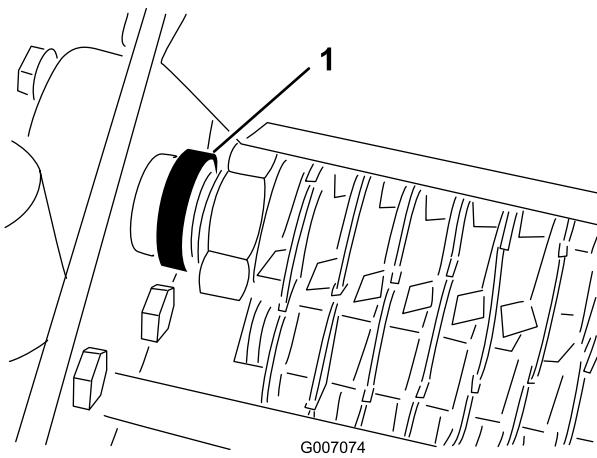

図 13
4. リール・ベアリングについているロッキング・カラーから固定ネジを外す（図 13）。